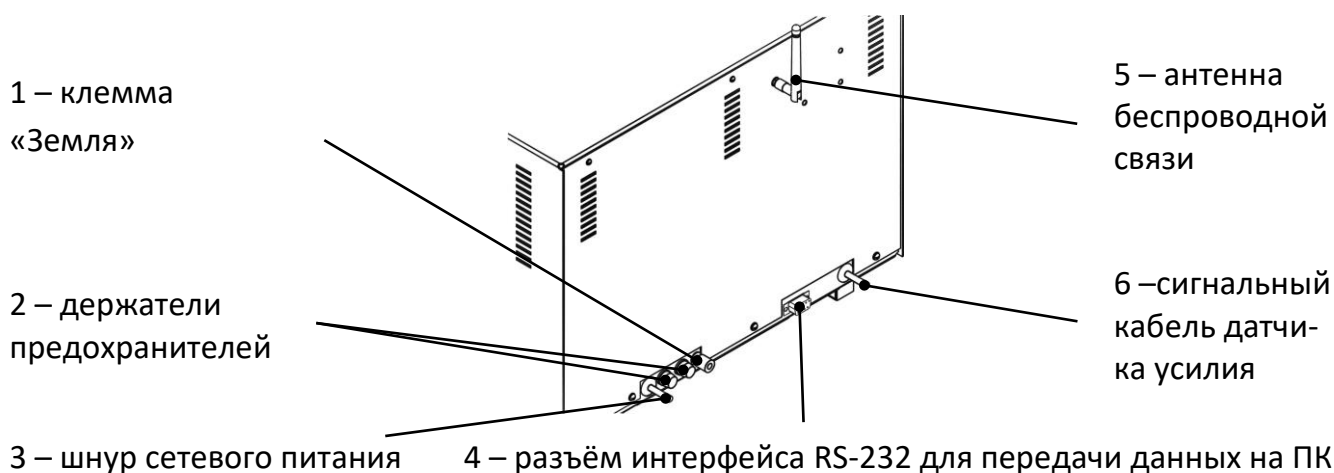

Рисунок 2 – Задняя стенка технологического блока
- 5) при использовании программы *ЛинтеЛ*® ЛИНК необходимо подключить антенну из комплекта принадлежностей к разъёму на задней панели пресса (рисунок 2, страница 6)